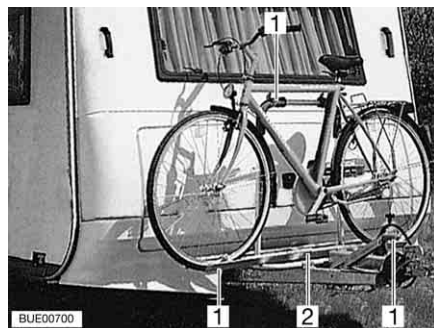

Fig. 11 Porte-vélos à l'avant
- Placer les vélos sur le porte-vélos (Fig. 11,2) et les attacher à l'aide de sangles rapides (Fig. 11,1).